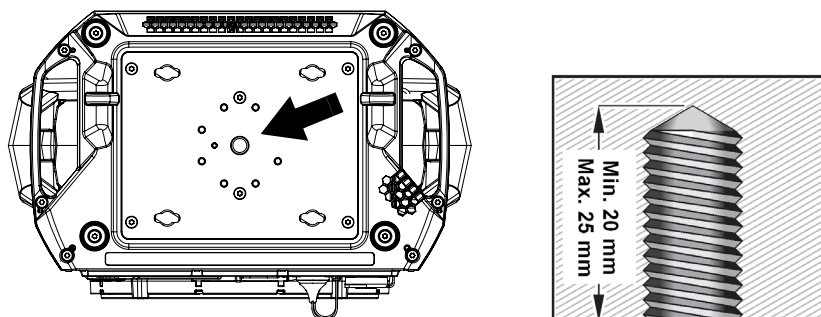

Figure 14. Vis M12 pour suspension avec un collier unique.
- Procurez-vous un collier et une vis M12 adaptés. Voir Figure 14. Lorsque la vis est fermement serrée sur le collier et dans le pas de vis au centre de l'appareil, elle doit pénétrer d'un **minimum de 20 et d'un maximum de 25 mm (min 0.8 / max 1 inch)** dans la base. Passez la vis dans le collier et vérifiez la longueur restante. Cette longueur doit être dans les limites minimales et maximales. Si ce n'est pas le cas, changez de vis et procurez-vous une vis aux bonnes dimensions.
- Voir Figure 14. Appliquez un peu de Loctite 243 ou un frein filet similaire puis passez la vis dans le collier de suspension et vissez-la dans le filetage au centre de la base de l'appareil. Alignez le collier pour que l'appareil soit correctement orienté lorsqu'il sera suspendu à la structure. Vissez le collier fermement sur la base de l'appareil.